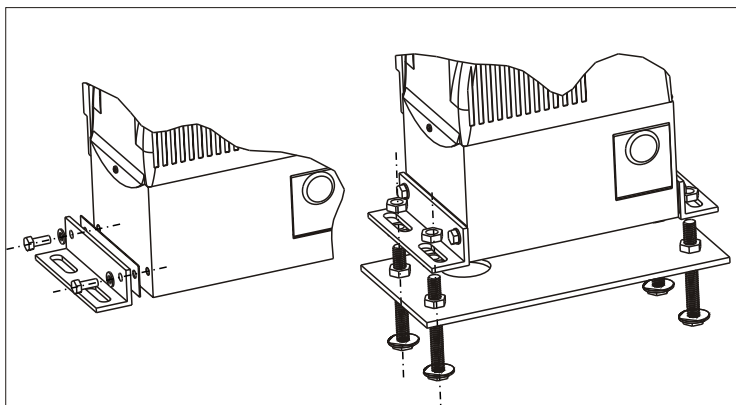
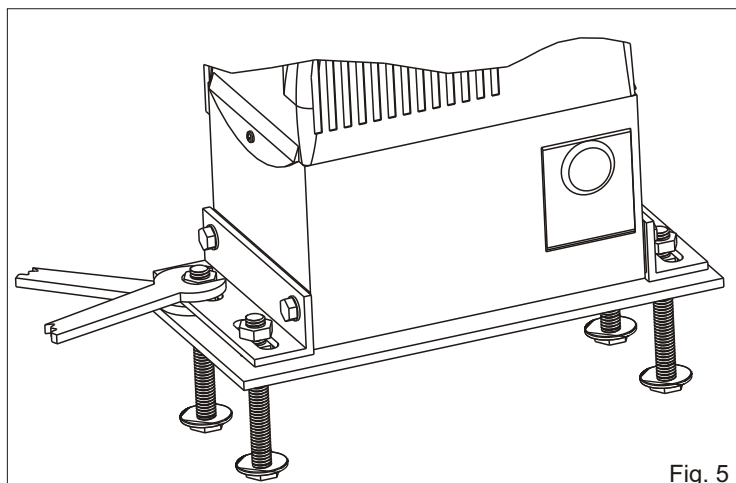

Fig. 4
Fig. 5
4.1. Fijar al motorreductor los angulares laterales de fijación con los tornillos en dotación (Fig. 4).
4.2. Fijar el motorreductor a la placa de fundación regulando la posición lateral y su altura (Fig. 4 - Fig. 5) para respetar las cotas mencionadas en Fig. 2.